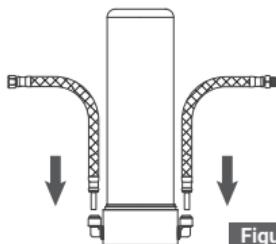

Figura 1
1. Conecte la manguera de entrada y la manguera de salida a la cabeza del filtro. (Figura 1)
1. Collegare il tubo di ingresso e il tubo di uscita alla testa del filtro. (Figura 1) Quando il tubo è completamente inserito, mettere il morsetto di bloccaggio blu sull'attacco. Questo bloccerà il tubo in posizione e impedirà che cada.